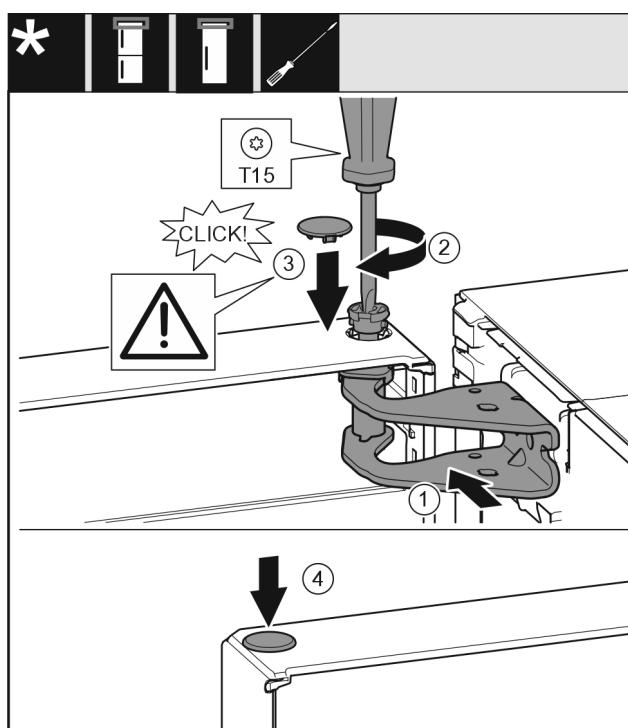

Fig. 17
- ▶ Poravnajte gornja vrata prema otvoru u podlošku ležaja. Fig. 17 (1)
- ▶ Umetnute svornjak i zavijte odvijačem T15. Fig. 17 (2)
- ▶ Montirajte sigurnosni pokrov radi osiguranja vrata: Umetnute sigurnosni pokrov i provjerite naliježe li na vrata. U protivnom u potpunosti umetnите svornjake. Fig. 17 (3)
- ▶ Umetnute čep. Fig. 17 (4)